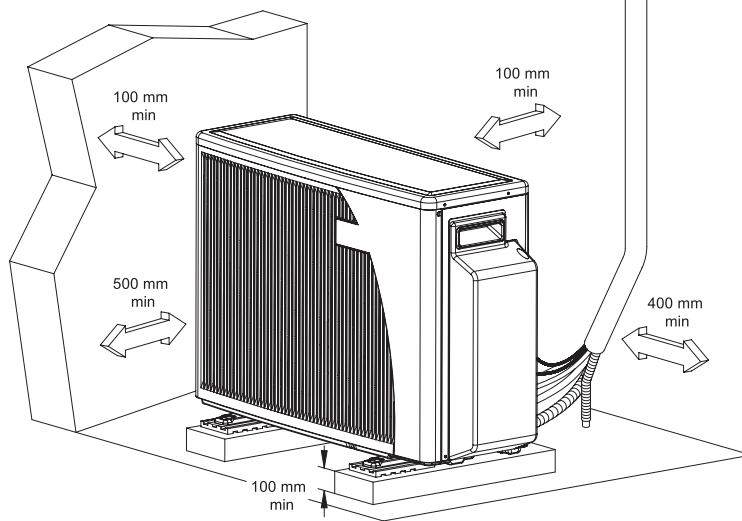

Fig.4
1. Su ubicación deberá posibilitar el service y proveer una correcta circulación de aire, como se muestra en Fig. 4.
6. Vea distancias de instalación permitidas en Fig. 4.